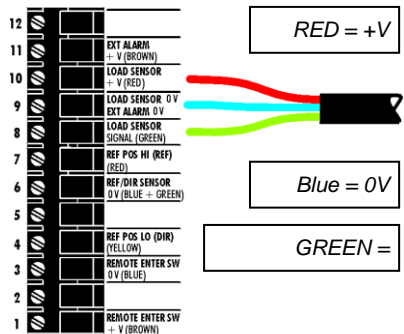

Figure 7
8. Forbind ledningerne i overensstemmelse med mærket på samleboksens låg. (fig. 7)